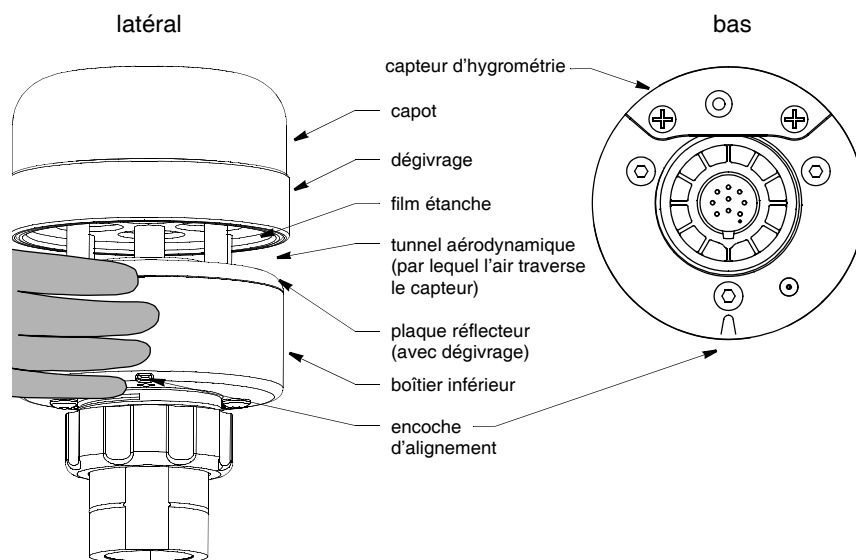

Figure 3. Capteur WeatherStation avec réchauffeur (modèle illustré 120/220WXH)
ATTENTION: La plaque réflecteur et le film étanche dans le tunnel aérodynamique du capteur WeatherStation, sont essentiels à son fonctionnement (Figure 3). Veillez soigneusement à ne pas rayer la plaque, ni poinçonner le film étanche, ni endommager l'un ou l'autre d'une quelconque manière.
4. Pour une mesure précise de la direction du vent, veillez à orienter correctement l'encoche d'alignement. Tenez fermement le boîtier inférieur du capteur WeatherStation sous la plaque réflecteur et maintenez-le en position correcte (Figure 3).